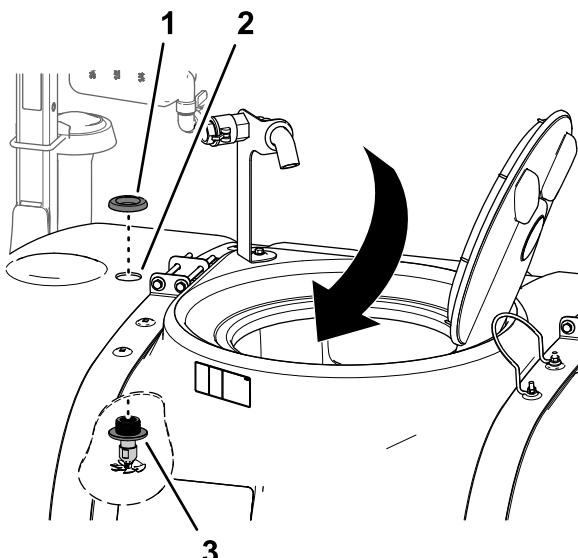

図 22
- 液剤タンクの前方の穴45mmでも、ステップ12を行ってすすぎ用ノズルアセンブリを取り付ける図 22。